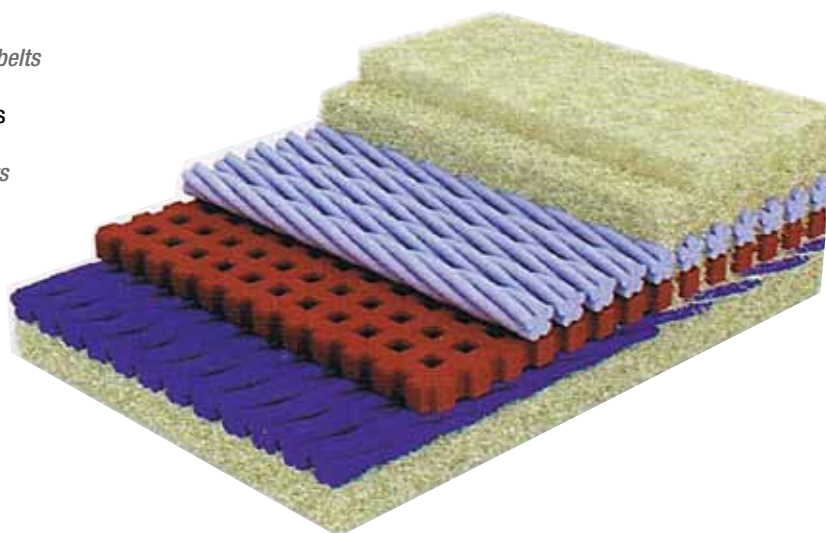

Figura 12. Feltros estado-da-arte para prensas (Fonte: Voith) / **Figure 12.** State-of-the-art press felts (Source: Voith)
- A mudança de feltros de lã para feltros sintéticos agulhados teve início na década de 60. Com a nova técnica os feltros puderam ser mais bem projetados para finalidade específica, como, por exemplo, a posição na prensa, e foram otimizados consistentemente. Eles oferecem alta capacidade de desaguamento, boa lisura superficial para alta qualidade do papel, baixo desgaste e boa estabilidade dimensional (Figura 12).